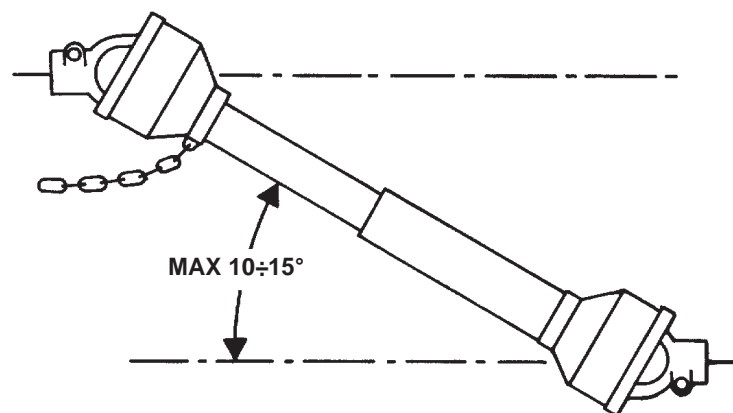

Fig. 5
- 40) Disinserire, sempre, la presa di forza quando l'albero cardanico fa un angolo troppo aperto (mai oltre i 10÷15 gradi - Fig. 5) e quando non viene usata.
- 40) Always disengage the pto when the cardan shaft is set at an excessively open angle (never beyond 10÷15 degrees - Fig. 5) and when it is not in use.
- 40) Decuplati întotdeauna priza de forta cand arborele cardanic face un unghi foarte deschis (nu mai mult de 10-15 grade - Fig.5) si cand nu este folosit.